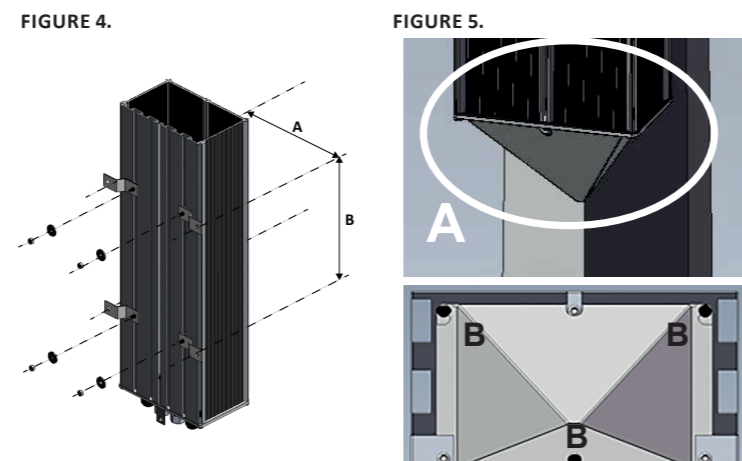

FIGURE 6.
- Dimensionare e proteggere i cavi in base alla corrente massima di ingresso/uscita. I cavi di ingresso della rete elettrica (neutro, fase e terra) devono essere collegati al limitatore di sovratensione (Figure 6 - A).
- Cavo neutro blu (N)
- Cavo di fase marrone (L)
- Il collegamento rete elettrica e uscita DC sono fatti con i pressacavi M20 (figure 6 - B1), mentre il collegamento dei cavi dotati di presa RJ45 sono fatti con i pressacavi M25 (figure 6 - B2).
- Collegare la presa (Figure 6 - C) al connettore rete elettrica del pacco batteria EPV (Figure 10 - A).
- Size and protect the cables according to the maximum current input/ output. The mains input cables (Neutral, phase and ground) must be connected to the surge protector (Figure 6 - A).
- Blue wire for neutral (N)
- Brown wire for phase (L)
- The mains and DC output connection is made through the M20 cable glands (Figure 6 - B1) and the connection of the cables equipped with RJ45 sockets passes through the M25 cable glands (Figure 6 - B2).
- Connect the socket (Figure 6 - C) to the mains connector of the EPV pack (Figure 10 - A).